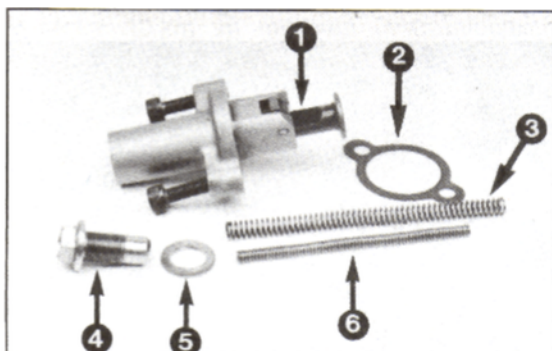

Bild 28
- Steuerketten-Spanner montieren: Sperrnocken eindrücken und Schubstange in Spannergehäuse eindrücken, siehe Bild 28.